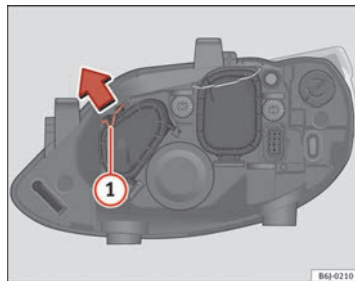

Abb. 159 Fernlicht
- Verschieben Sie die Strebe ① in Pfeilrichtung und nehmen Sie den Deckel ab ⇒ Abb. 159.